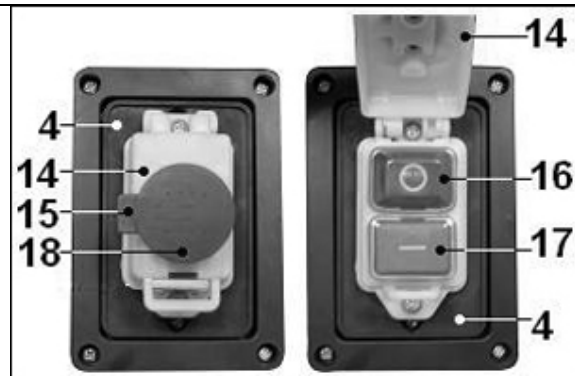

Рис.5.
ВНИМАНИЕ: Перед включением вилки шнура питания пылесоса в розетку электросети всегда нужно удостовериться, что магнитный пускатель (4), Рис.5, находится в исправном состоянии.